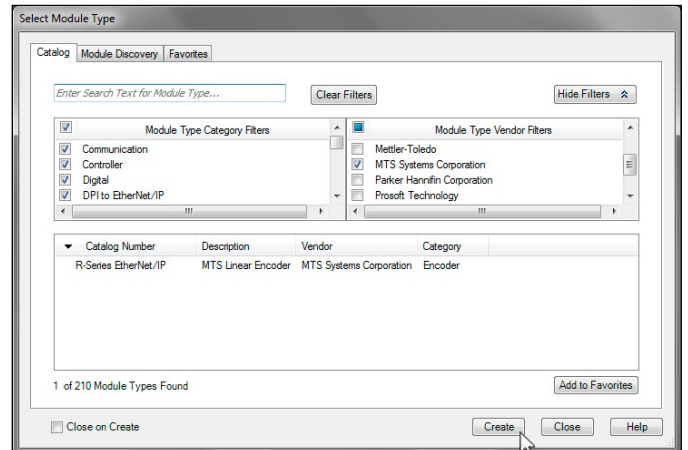

Abb. 116: Neuen Modulbaumerstellen
2. Das Fenster „Select Module Type“ öffnet sich. Wählen Sie im Reiter „Catalog“ den Eintrag „R-Series EtherNet/IP“ von dem Hersteller (Vendor) „MTS Systems Corporation“ (Vorgänger von Temposonics) aus und klicken Sie die Schaltfläche „Create“ (Abb. 116).